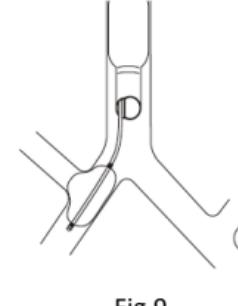

Fig.9
3. Pour une thoracotomie à droite, positionner et gonfler le ballonnet du bloqueur de sorte à créer une légère hernie dans la branche lobaire supérieure. Ceci aidera à fixer le ballonnet du bloqueur en position et à parfaitement bloquer la bronche souche principale droite (Fig. 9).